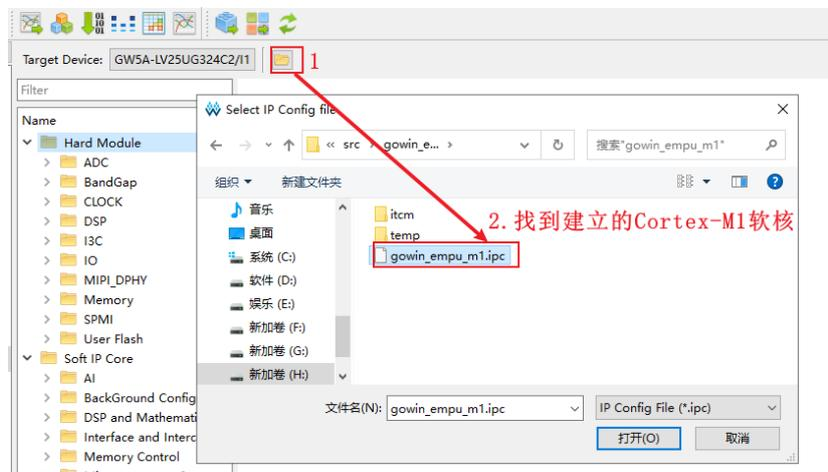

图 1-23 找到建立的 Cortex-M1 软核 IP
3. 在 Gowin 软件的 IP Core Generator 中点击 ，找到之前建立的 Cortex-M1 软核，如下图 1-23 所示。